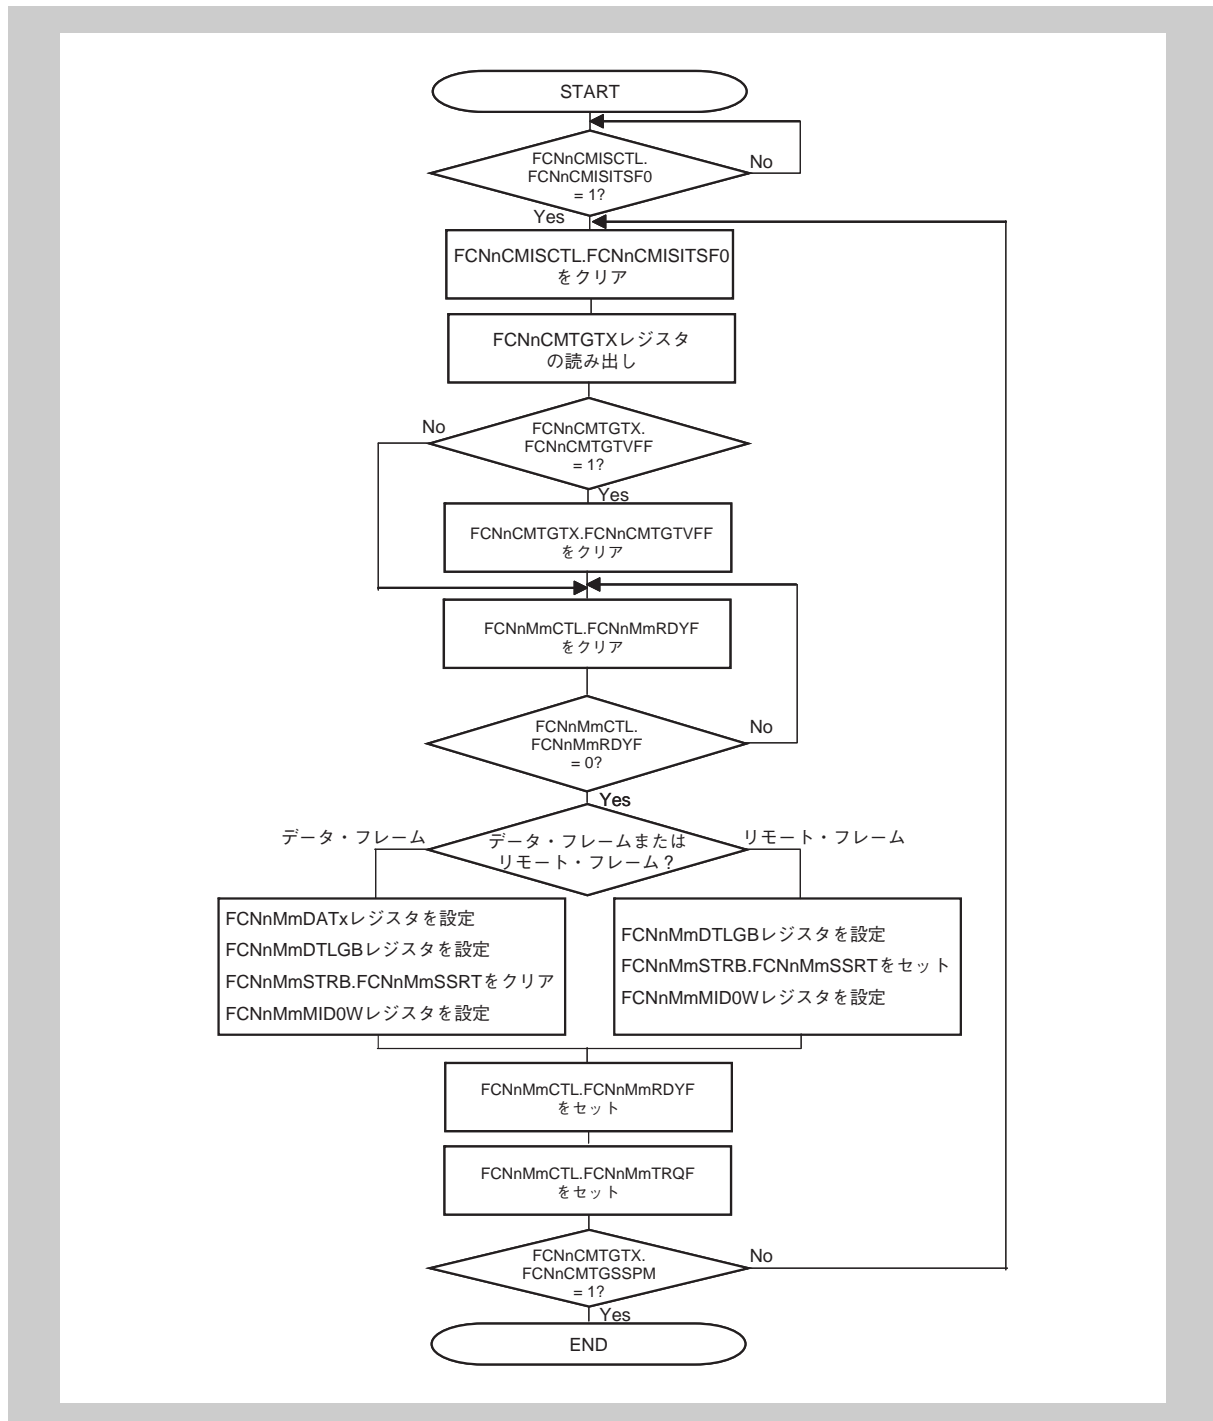
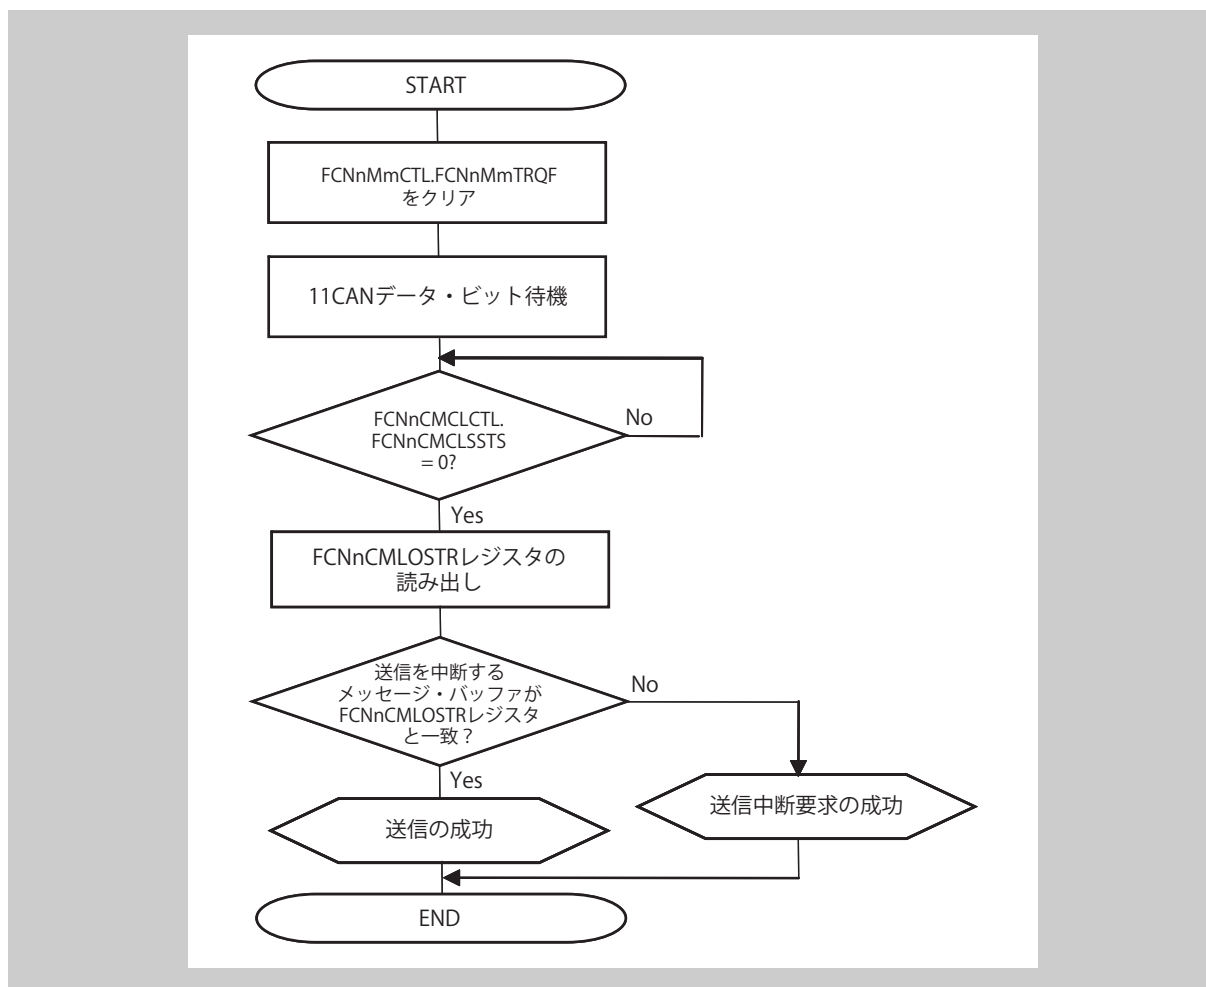

図 26-24 ソフトウェア・ポーリングを利用した送信
図 26-25 送信中断処理 (ABT 付き通常動作モードの実行中を除く)
- 動作モード中に図 26-24 の送信中断処理に従った全ての送信要求クリア後の初期化モード状態時 (ABT 付き通常動作モード中は図 26-25 の送信中断処理に従って全ての送信要求をクリアしてください。)
2. FCN スリープ・モード / FCN ストップ・モードへの移行要求は、図 26-27「ABT 送信要求中断処理 (ABT 付き通常動作モードの実行中) (1)」または、図 26-28「ABT 送信要求中断処理 (ABT 付き通常動作モードの実行中) (2)」の手順に従って FCNnGMABCTL.FCNnGMABABTT をクリアしたあと (ABT モードを中断したあと) で発行してください。ABT 領域以外の領域で送信要求をクリアする場合は、図 26-25「送信中断処理 (ABT 付き通常動作モードの実行中を除く)」の手順に従ってください。
2. FCN スリープ・モード / FCN ストップ・モードへの移行要求は、図26-27 「ABT 送信要求中断処理 (ABT 付き通常動作モードの実行中) (1)」または、図26-28 「ABT 送信要求中断処理 (ABT 付き通常動作モードの実行中) (2)」の手順に従って FCNnGMABCTL.FCNnGMABABTT をクリアしたあと (ABT モードを中断したあと) で発行してください。ABT 領域以外の領域で送信要求をクリアする場合は、図26-25 「送信中断処理 (ABT 付き通常動作モードの実行中を除く)」の手順に従ってください。
2. FCN スリープ・モード / FCN ストップ・モードへの移行要求は、図26-27「ABT 送信要求中断処理 (ABT 付き通常動作モードの実行中) (1)」または、図26-28「ABT 送信要求中断処理 (ABT 付き通常動作モードの実行中) (2)」の手順に従って FCNnGMABCTL.FCNnGMABABTT をクリアしたあと (ABT モードを中断したあと) で発行してください。ABT 領域以外の領域で送信要求をクリアする場合は、図26-25「送信中断処理 (ABT 付き通常動作モードの実行中を除く)」の手順に従ってください。